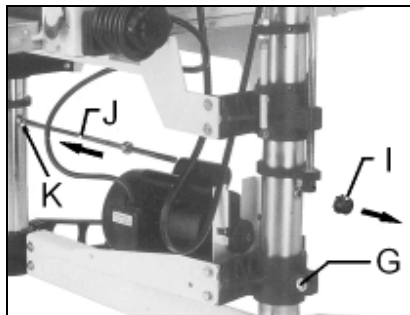

Fig 25
Retirer la roue conique (I, Fig 25) et desserrer l'anneau de réglage (K).